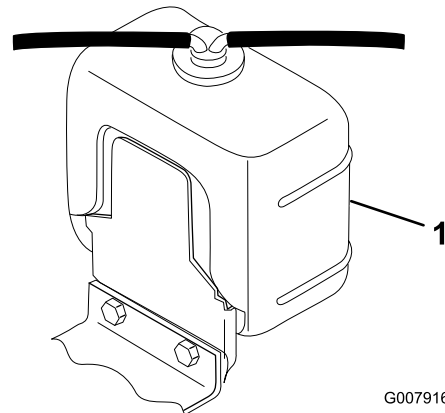

図 32
1. ラジエターと補助タンクのふた (図 32) を注意深く開ける。
2. ラジエターと補助タンク (図 32) の液量を点検する。